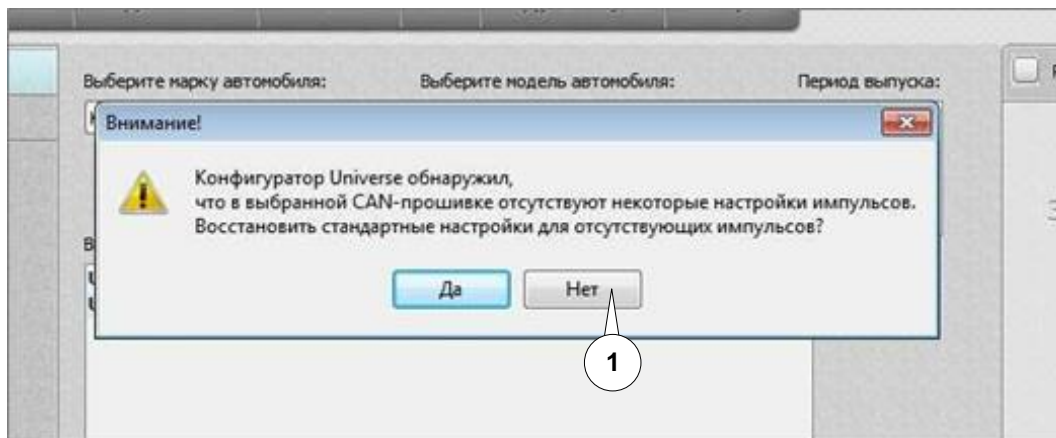

Рис. 5:
- в разделе **«выберите марку автомобиля»** выбираем необходимую марку (1);
- в разделе **«выберите модель автомобиля»** выбираем необходимую модель (2);
- в разделе **«период выпуска»** выбираем необходимый период (3);
- в разделе **«выберите CAN-прошивку»** выбираем необходимую прошивку (4);
- и нажимаем кнопку **«Получить прошивку и загрузить её в устройство»** (5);
- ждём, когда в правом поле программы появится надпись **«OK»** (6);
- после загрузки прошивки под конкретный автомобиль может появиться окно со следующим предупреждением **«Конфигуратор Universe обнаружил, что в выбранной CAN-прошивке отсутствуют некоторые настройки импульсов. Восстановить стандартные настройки для отсутствующих импульсов?»** (см. рис. 5);